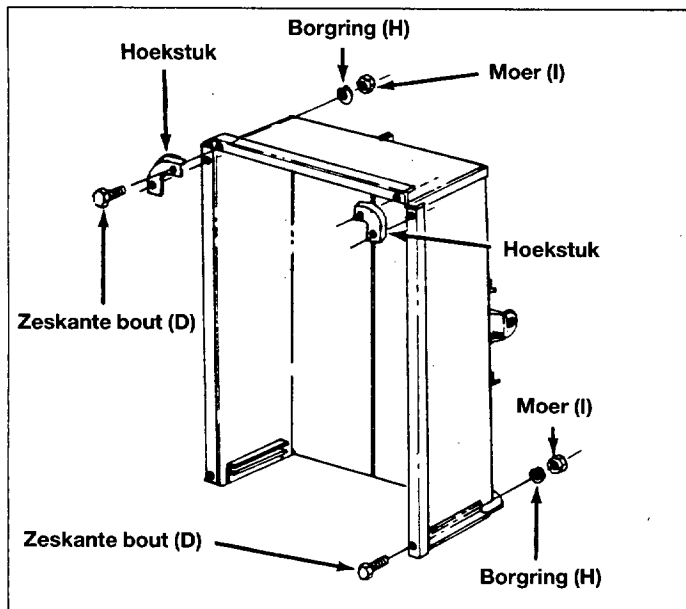

Fig. 10
15. Monteer de twee hoekstukken aan de voorkant en twee bouten door de zijkanalen en de versterking van de achterklep. Gebruik 6 x 12 mm zeskante bouten (D), borgringen (H) en moeren (I). Zie fig. 10.